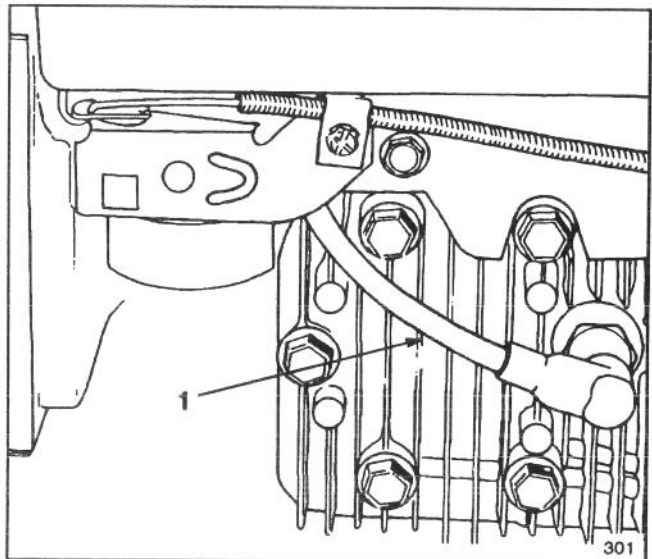

Abb. 17
2. Das Zündkerzenkabel auf die Zündkerze stecken (Abb. 17).
1. Den Motor abstellen und das Kabel von der Zündkerze abziehen (Abb. 17).
1. Den Motor abstellen und auskühlen lassen. Das Kabel von der Zündkerze abziehen (Abb. 17).